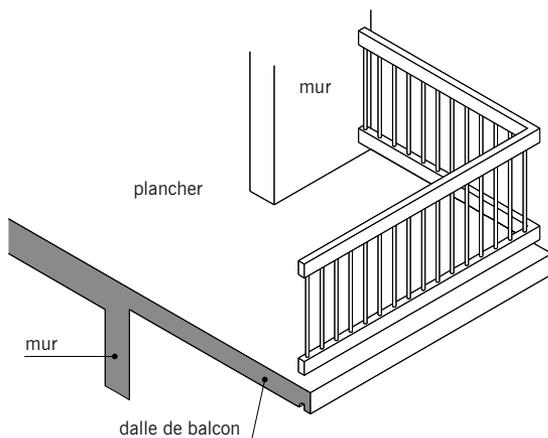

fig. 4.13
■ L'**encorbellement** (fig. 4.13) : toute construction faisant saillie sur un mur. Ce mot est le plus souvent associé à un nom d'ouvrage. Ainsi l'appellation **dalle en encorbellement** désigne une dalle de balcon ou un palier d'escalier placé en porte à faux par rapport à un mur.